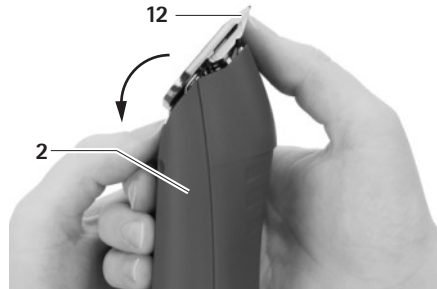

Abb. 4
- Scherkopf 12 nach vorne aufklappen, siehe Abb. 4.